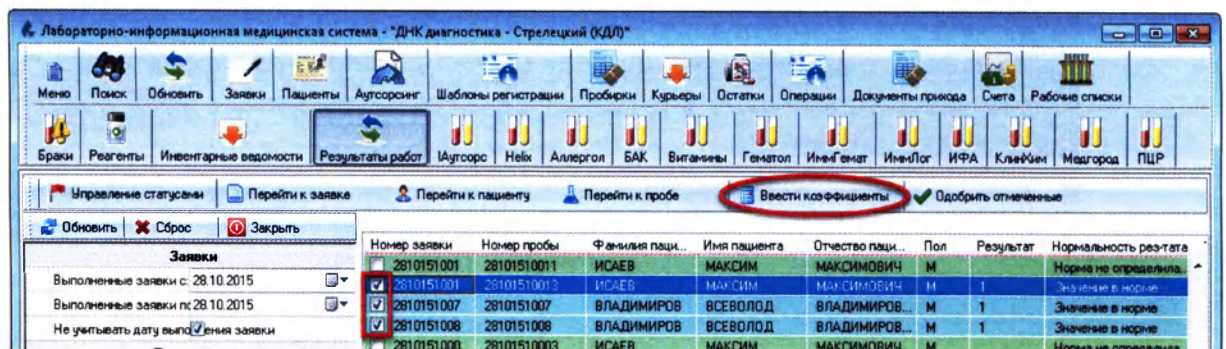

Рисунок 11.12
2. Нажмите кнопку «Ввести коэффициенты» (Рисунок 11.12):